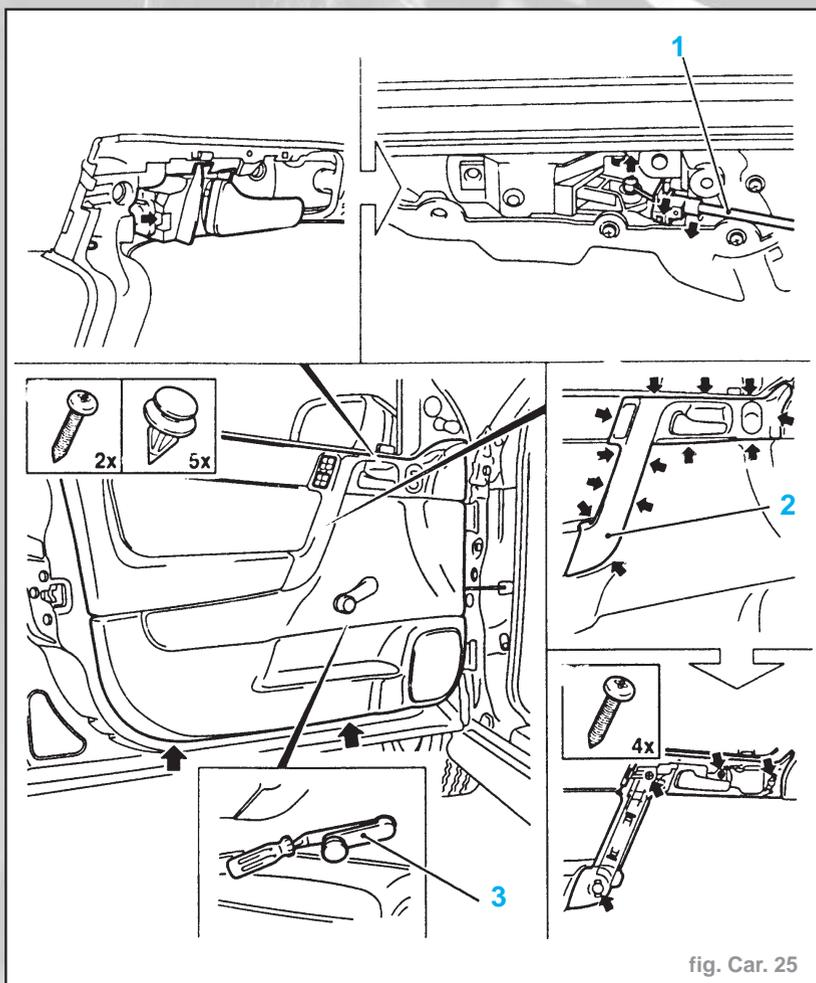

fig. Car. 25
- Déposer le cache de poignée de retenue de porte avant (2) (fig. Car. 25).
- Sur véhicules avec lève-vitres manuels : Manivelle de vitre **KM-317-B**, (3).
- Dégager le revêtement intérieur de la porte avant, câble Bowden de la poignée de porte AV (1), revêtement intérieur de la porte avant